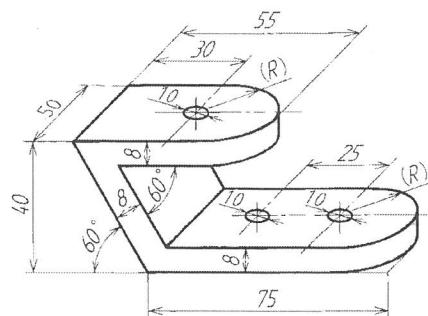

図 2 部品立体図
8. 図 2 の立体図の部品の体積と質量を計算せよ。ただし、図中の単位は mm、材料は密度 $2.7 \times 10^6 \text{ kg/mm}^3$ のアルミニウム合金とし、体積と質量の単位は mm^3 と g とすること。